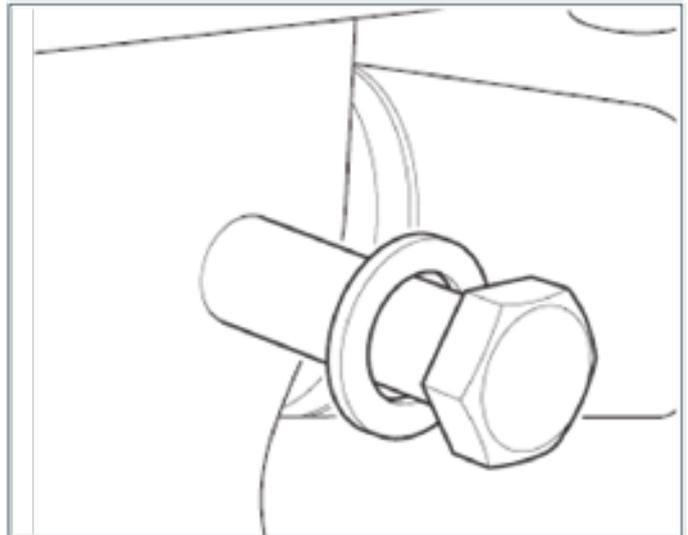

Abb. 4.15
1. Bringen Sie die obere Öse des Federanschlags in Position und bringen Sie die obere Befestigungsschraube mit Unterlegscheibe an der Außenseite an (Abb. 4.15).